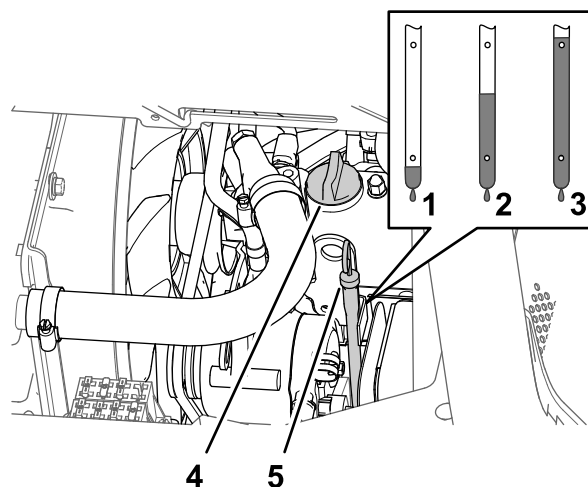

图 80
5. 从发动机气门室盖的加油颈上取出加油颈盖 图 80 慢慢从加油颈注入规定油量的大约 80 %。
6. 取出量油尺并检查发动机中的机油油位 (图 80)。
7. 慢慢注入规定油量的剩余部分使油位达到量油尺上的“已满”标记处 图 80。
8. 将加油颈盖装入加油颈将量油尺装入量油尺管道 图 80。